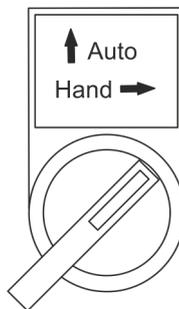

Abb. 62: Umschalter Auto/Hand
1. ➤ Umschalter für die Betriebsart (Abb. 62) in die Stellung *[Hand]* bringen.